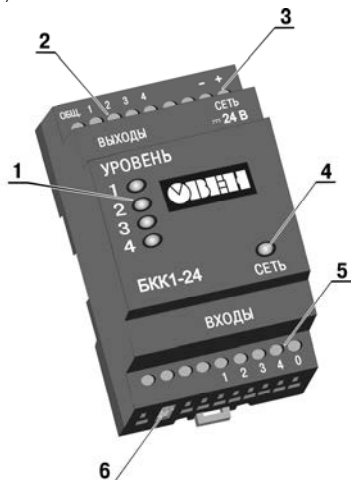
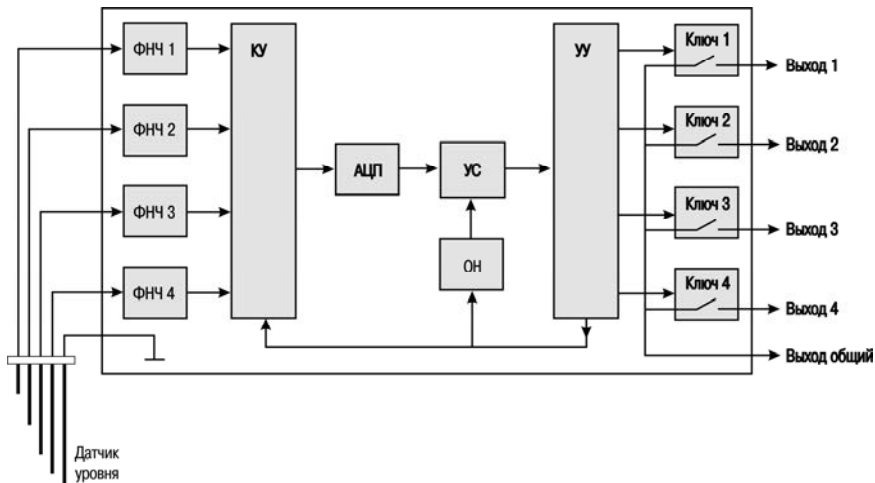

Рисунок 3.1 – Внешний вид БКК1-24
Рисунок 3.4 – Функциональная схема БКК1
3.3 Функциональная схема БКК1 представлена на рис. 3.4. Датчик уровня подключается к входным фильтрам низких частот (ФНЧ). Далее через коммутационное устройство (КУ) сигнал поступает на аналого-цифровой преобразователь (АЦП). В устройстве сравнения (УС) происходит сравнение уровня оцифрованного сигнала датчика со значением уставки опорного напряжения (ОН). Значение уставки опорного напряжения выбирается DIP-переключателем 6 установки порога срабатывания (рисунки 3.1, 3.2). Устройство управления (УУ) выполняет функцию выбора канала измерения датчика уровня и управлением соответствующим выходным ключом (Ключ 1, Ключ 2, Ключ 3, Ключ 4). Срабатывание выходного ключа происходит при контакте соответствующего сигнального электрода с жидкостью. Параллельно со срабатыванием выходного ключа, засвечивается соответствующий светодиод 1 (см. рисунок 3.1, 3.2).
- обеспечивать надежное экранирование сигнальных линий, при этом экраны следует электрически изолировать от внешнего оборудования на протяжении всей трассы и подсоединять к винтовому разъему блока 5 (рис. 3.1 и 3.2), клемме «Вход 0»; при отсутствии возможности изоляции по всей трассе экран подсоединяется к общей точке заземления системы, например, к заземленному контакту щита управления;